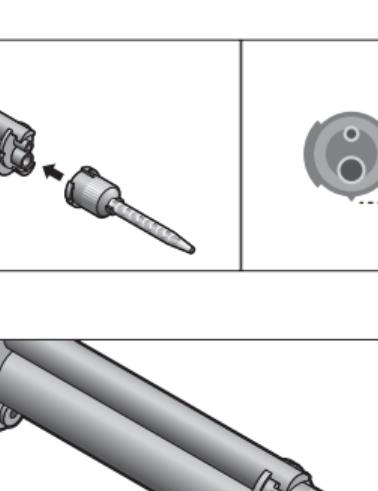

Fig. 01
2. Die Austrittsöffnung der Basis-Spritze von schräg oben in die ovale Öffnung der Adapterplatte von der Katalysator-Spritze einführen (Fig. 01).